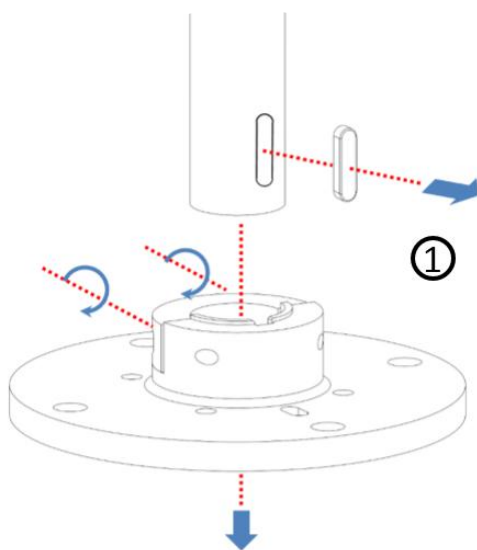

图 4-11 拆卸末端法兰
- ① 使用 4 mm 内六角扳手拧松末端法兰紧固螺钉，向下取出法兰；使用平口钳取出平键，并妥善放置，如图 4-11 所示。